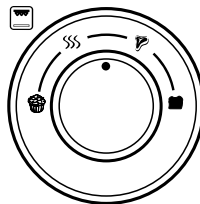

Figura 2
2. **Perilla para Seleccionar la Función** – Seleccione la función de cocción al girar la perilla a la función deseada. (Ver Figura 2)